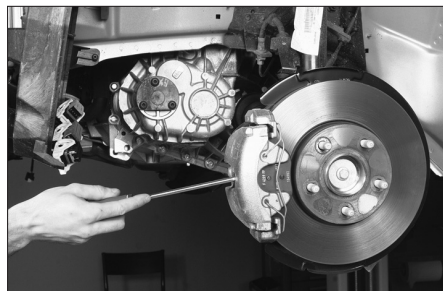

FIG. 1
- Glisser un tournevis entre le disque et l'étrier et faire progressivement levier pour créer un léger jeu entre les plaquettes et le disque (Fig.1).